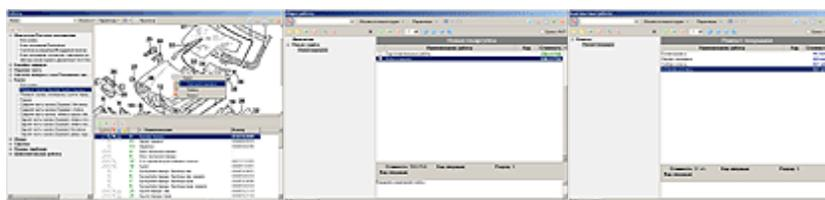

Рисунок 5.30 Выбор вида работ
- Работы, см. рис. 5.30, можно выбирать из 2-х типов справочников: встроенных в систему, либо заполненных пользователем (общие работы, комплексные работы)